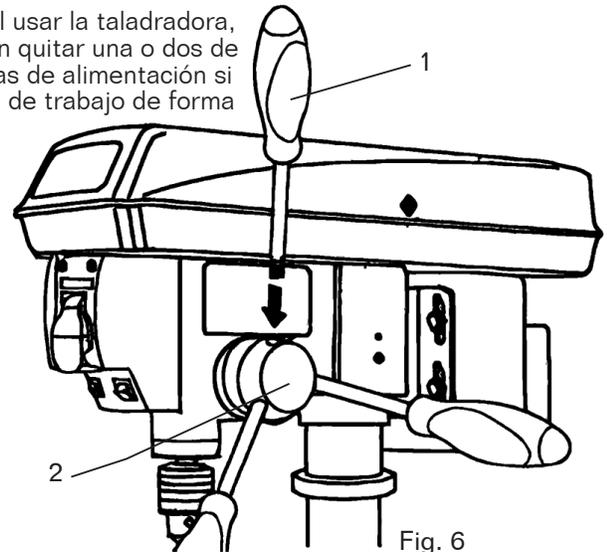

Fig. 6
MANIJAS DE ALIMENTACIÓN (FIG. 6)
1. Inserte las tres manijas de alimentación (Fig. 6 - 1) en las aberturas roscadas en el cubo de alimentación (Fig. 6 - 2).